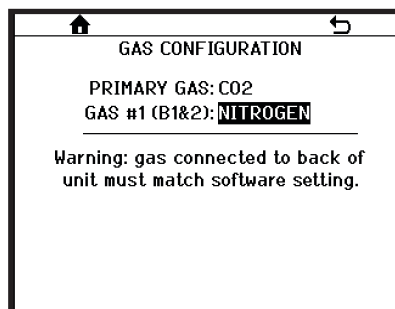
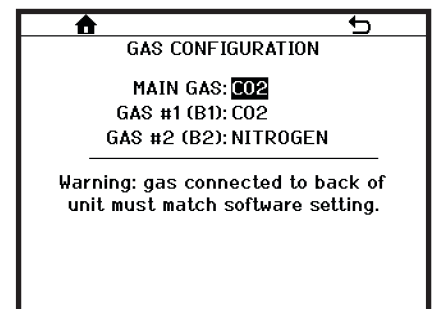
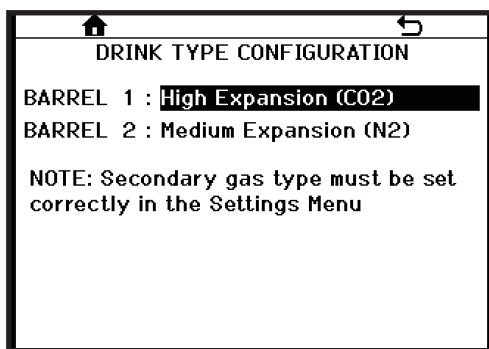

Figure 7.18
Figure 7.19
Figure 7.20
- **CONFIGURATION DU TYPE DE BOISSON** : permet de configurer le type de boisson (moyenne ou haute expansion) en fonction du gaz sélectionné (Figure 7.20). Les paramètres ne seront disponibles que sur les distributeurs avec des configurations universelles et multi gaz.
- Pour les distributeurs universels et multi gaz 372, ce menu permet à l'utilisateur de définir le gaz utilisé pour le GAZ PRINCIPAL, le GAZ #1 et le GAZ #2 (**Figure 7.18**). Les options pour le gaz principal sont COMP AIR (air comprimé), CO2, ou NITROGEN. Les options pour GAZ #1 et GAZ #2 (distributeurs 372 MFLV uniquement) sont CO2 ou NITROGEN. Assurez-vous que le bon gaz est sélectionné dans ce menu (**Figure 7.19**) pour éviter tout problème avec le profil de la boisson. Il est important de sélectionner le bon gaz afin de configurer correctement la CONFIGURATION DU TYPE DE BOISSON (**Figure 7.20**).
**CONFIGURATION DU TYPE DE BOISSON (Figure 7.20)** - Une fois que le type de gaz a été défini sous CONFIGURATION DU GAZ, le type de boisson devra être configuré pour les configurations universelles et multi gaz. Comme le type de boisson disponible pour un baril donné dépend du gaz qui a été sélectionné pour ce baril, il est très important de s'assurer que le bon gaz est sélectionné. Les types de boissons disponibles varient également en fonction de la configuration du distributeur, comme indiqué dans le tableau des types de boissons des configurations universelles et multi gaz.